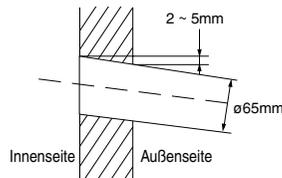

Abb. 2-1
2.1 Der Mauerdurchbruch muß entsprechend Abb. 2-1, ausgeführt werden, um den Abfluß des Kondenswassers sicherzustellen.
- Der Wanddurchbruch sollte gemäß Abb. 2-1 nach außen geneigt sein, um glatten Abfluß des Kondenswassers sicherzustellen.